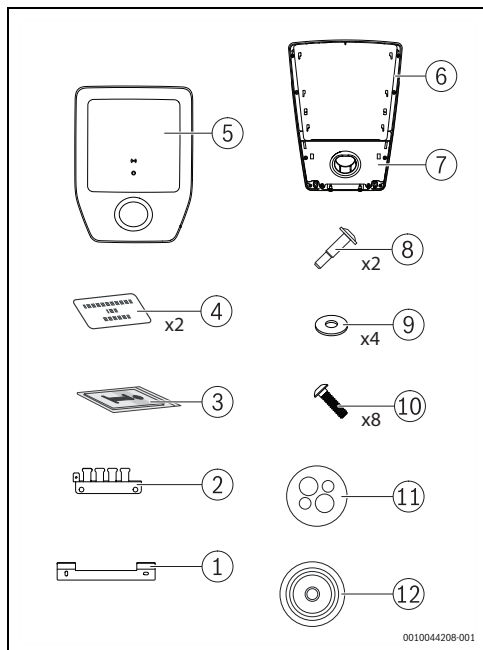

Fig. 145 Volumen del suministro
- ▶ Retirar cuidadosamente la cubierta [5] y la tapa con el soporte de estacionamiento [7] del Power Charge 7000i (→ fig. 145, página 157).